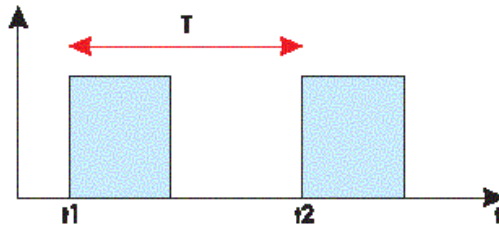

Рис. 2.1. Вимірювання періоду
*Приклад 1.* Вимірювання періоду дискретного сигналу (рис. 2.1)